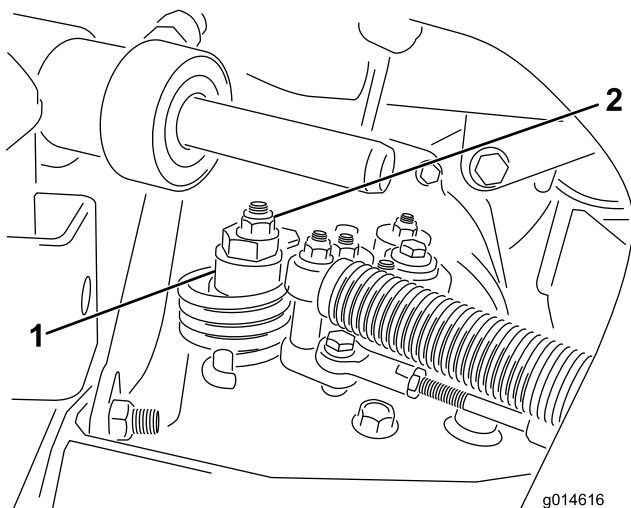

Рисунок 46
- А. Ослабьте гайку крепления эксцентрика к верхней части гидростата (Рисунок 46).
фиксирует эксцентрик и регулировку (Рисунок 46). Проверьте регулировку в положениях дроссельной заслонки МЕДЛЕННО и БЫСТРО.